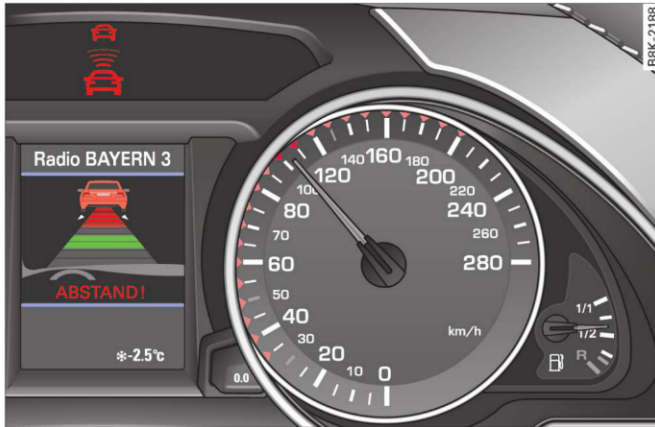

Fig. 115 Tabloul de bord: Șoferul este solicitat să preia comanda
- Pe afișajul din tabloul de bord, se afișează un autovehicul de culoare roșie ⇒ fig. 115.